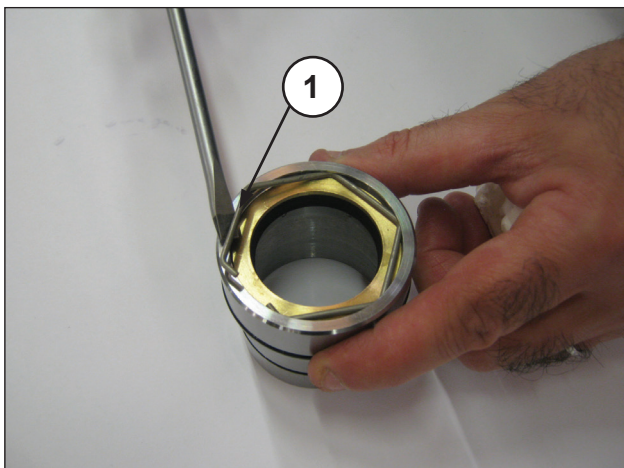
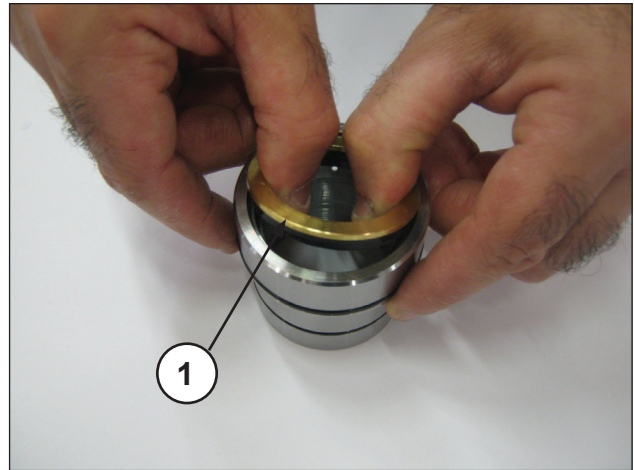

Abb. 50
Abb. 51
Zur Abnahme der ND-Dichtung müssen der Sicherungsring (Pos. ①, Abb. 50) und der Dichtring (Pos. ①, Abb. 51) entfernt werden.